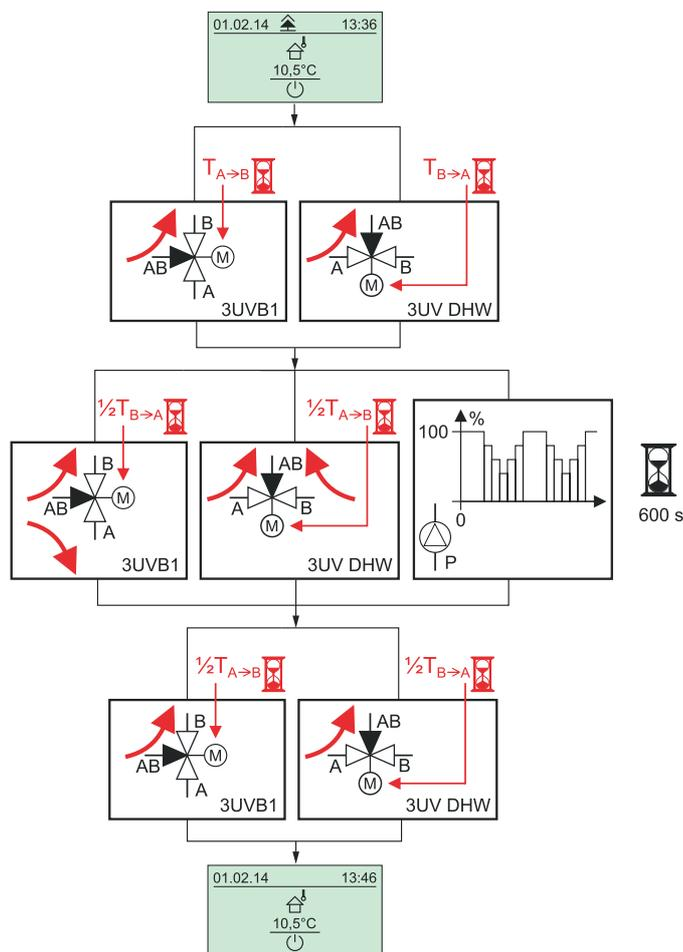

Figura 3-16 Azioni durante lo "Air Purge"
- ➔ "Air Purge" si avvia (le valvole a 3 uscite vanno in posizione intermedia, modula la pompa di circolazione del calore - vedere figura 3-16).